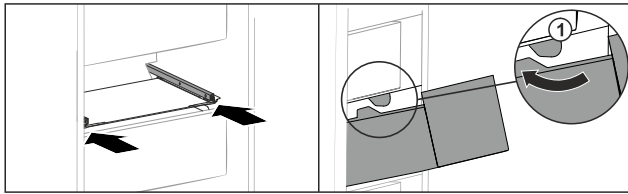

Fig. 146
- ▶ Far passare il cassetto intorno ai fermi Fig. 146 (1).